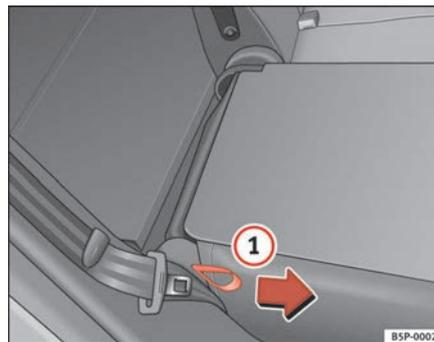

Fig. 99 Rebater ou levantar o encosto do banco traseiro
- Puxar a pega lateral do banco ⇒ fig. 99 1 no sentido da seta e levantar o encosto até que encaixe.